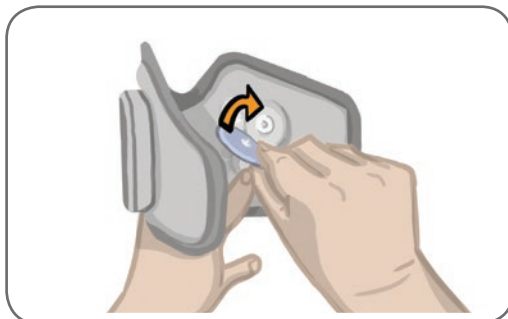

Ilustración 6-6: Sujeción de los Electrodos Round Cloth
5. Sujete los Electrodos Round Cloth a sus bases. Consulte la ilustración 6-6. En caso de ser un usuario habitual de la banda de EF de la parte inferior de la pierna, asegúrese de que las cubiertas de broche de banda están bien colocadas.